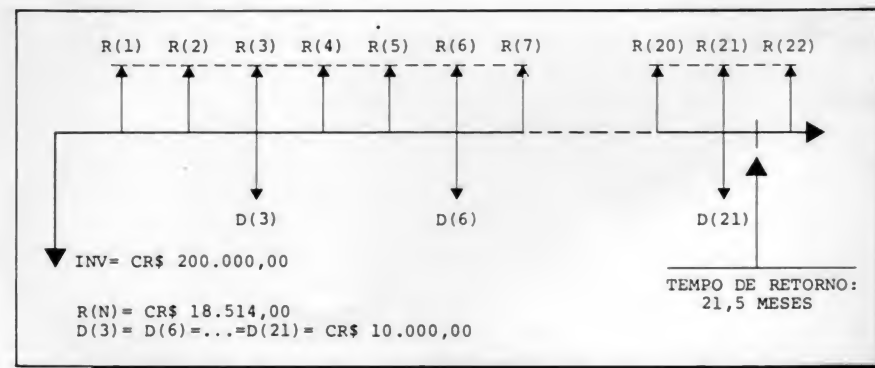

Figura 1
onde D(1) é a despesa no primeiro período. D(1) é igual a zero, mas D(3), D(6), D(9), etc, são iguais a Cr\$ 10 mil. Após introduzirmos as receitas e despesas de 22 períodos, a tela escurece e volta com a resposta: **TEMPO DE RETORNO: 21.5 PERÍODOS**. O fluxo de caixa do exemplo acima é mostrado na figura 1.